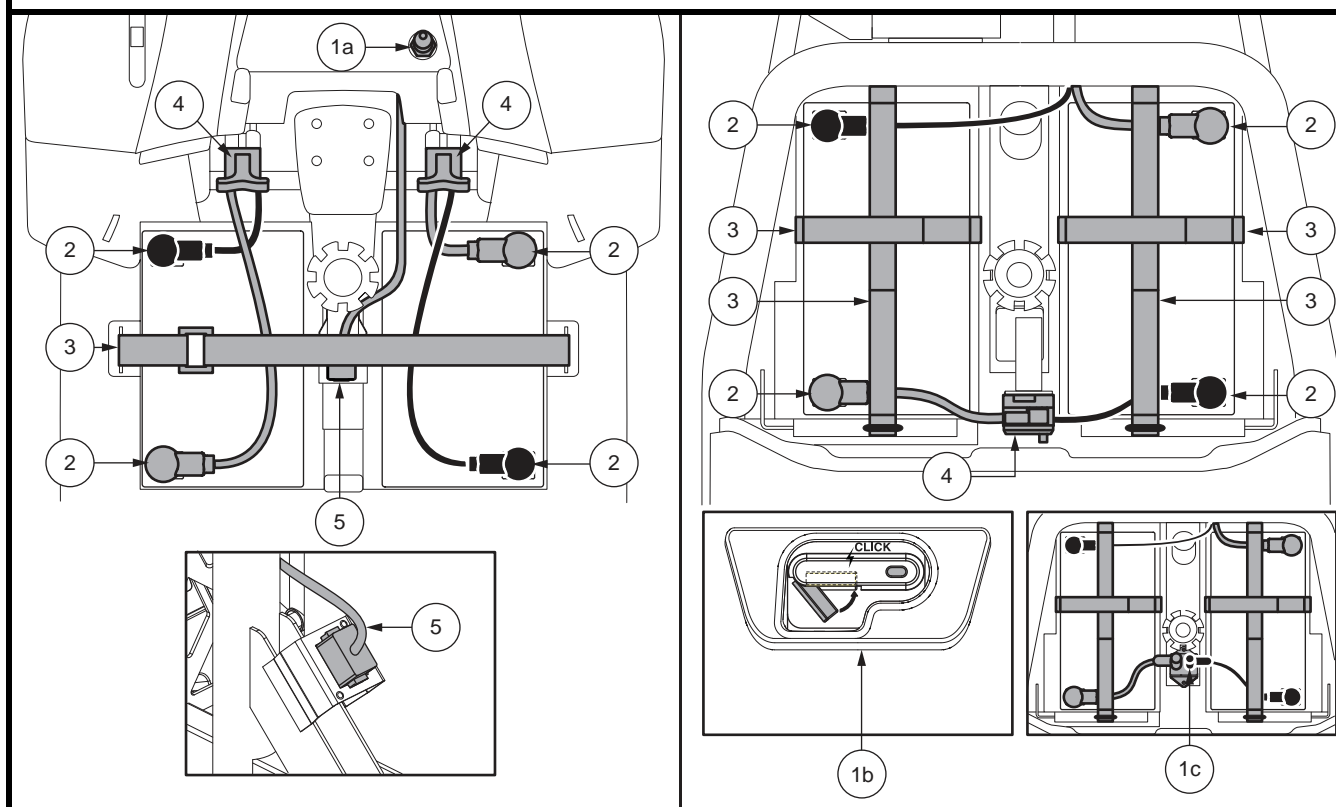

Abb. 14. Batterie Ausbau/Einbau Batteriepole und stecker
3. Bei allen Modellen AUSSER 614 und 714 ziehen Sie bitte das von vorne nach hinten verlaufende Kabel ab. Entfernen Sie beide Batteriekabel, indem Sie jedes Kabel aus seinem Gegenstecker ziehen. Siehe Abb. 14.
6. Legen Sie in jedes Batteriefach eine neue Batterie ein. Drehen Sie die Batterieklemmen jeder Batterie von der Sattelstütze weg, so dass die positiven (+) und negativen (-) Batterieklemmen wie in Abb. 14 angezeigt positioniert sind.